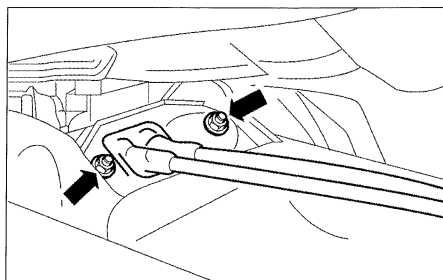

FIG. 11
- Desmontar las fijaciones del soporte de cables (fig. 11), y separar los cables tirando de ellos a partir del habitáculo.